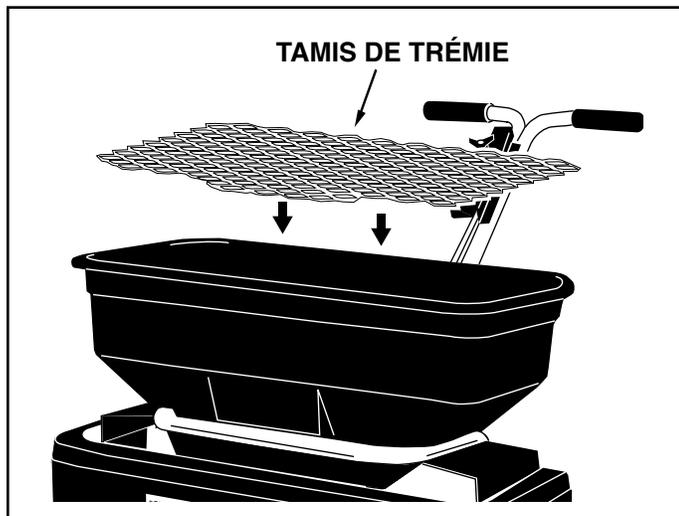

FIGURE 14
26. Insérer le tamis de trémie vers le bas dans la trémie ; il aidera à émietter le produit et empêchera de grosses mottes d'atteindre le bas de la trémie et de colmater l'ouverture. Voir la figure 14.